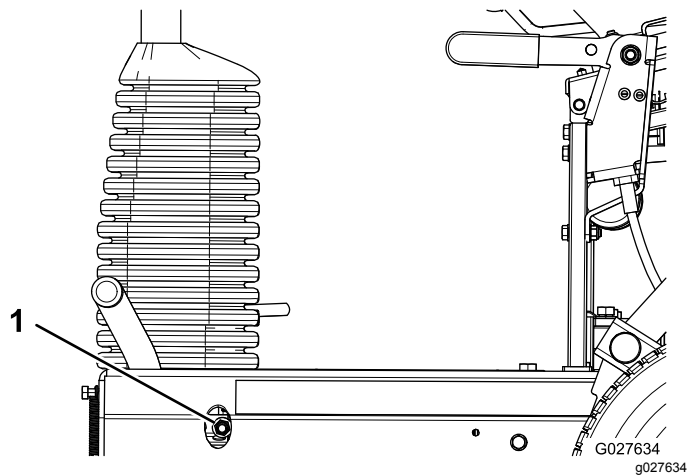

图38
- 要增大制动力可拧紧刹车锁紧螺母 图38。
- 要减少制动力可拧松刹车锁紧螺母 图38。